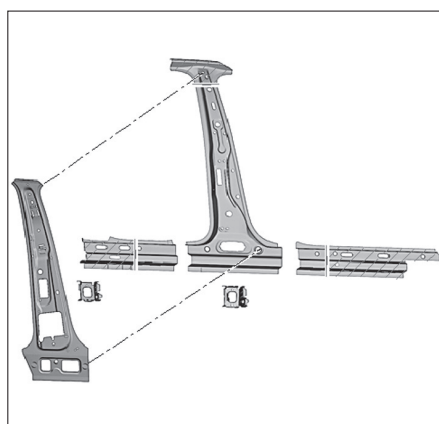

FIG. 50
- Reporter la ligne de coupe sur le renfort de montant B, sur le renfort de banquette de tôle et sur le renfort arrière et procéder au découpage (Fig.50).